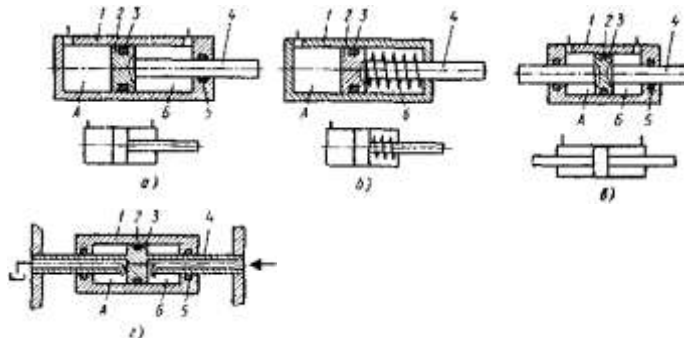

Рисунок 1 – Схемы поршневых гидроцилиндров:
Поршневым называют гидроцилиндр, в котором рабочие камеры образованы рабочими поверхностями корпуса и поршня со штоком (рис. 1). В цилиндрической расточке корпуса 1 (рис. 1, а) находится поршень 2, жестко соединенный со штоком 4. Цилиндр имеет две полости: поршневую А – часть рабочей камеры, ограниченную рабочими поверхностями корпуса и поршня, и штоковую Б – часть рабочей камеры, ограниченную рабочими поверхностями корпуса, поршня и штока. Для герметизации подвижных соединений в цилиндре установлены уплотнительные кольца 3 и 5.
– со стороны поршневой полости для цилиндров с односторонним штоком (см. рис. 1, а и б)
– со стороны штоковой полости для цилиндров о односторонним (см. рис. 1, а) и двусторонним (см. рис. 1, в и з) штоками при условии равенства диаметров правого и левого штоков